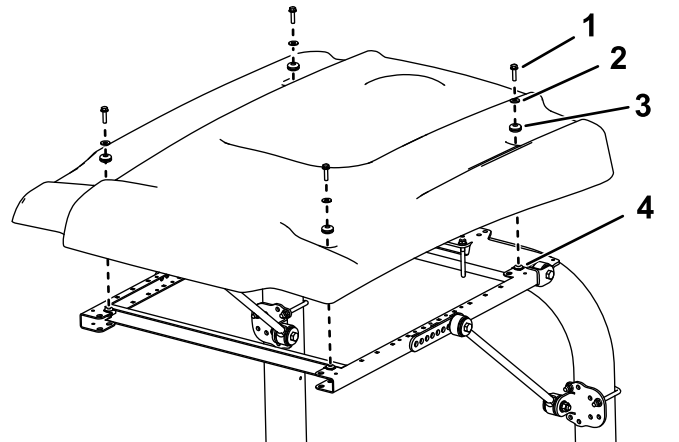

Bild 25
13. Positionieren Sie das Sonnendach beim Ausfluchten der Befestigungslöcher am Rahmen wie in Bild 25 abgebildet.
14. Befestigen Sie jede Ecke des Sonnendachs mit einer Bundkopfschraube ($\frac{5}{16}$ " x $1\frac{1}{4}$ "), einer kleinen Scheiben und einer Scheibe lose am Rahmen (Bild 25).